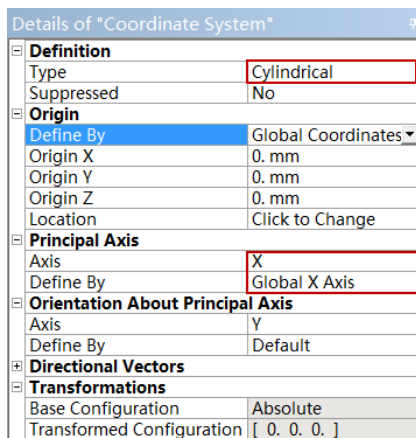

图 10-8 坐标系参数设置
- 步骤 02** 单击〈F2〉快捷键，更改名称为“Cylindrical Coordinate System”，同时在参数设置列表中设置相关参数：“Type”为“Cylindrical”，“Axis”为“X”，“Define By”为“Global Z Axis”，如图 10-8 所示。